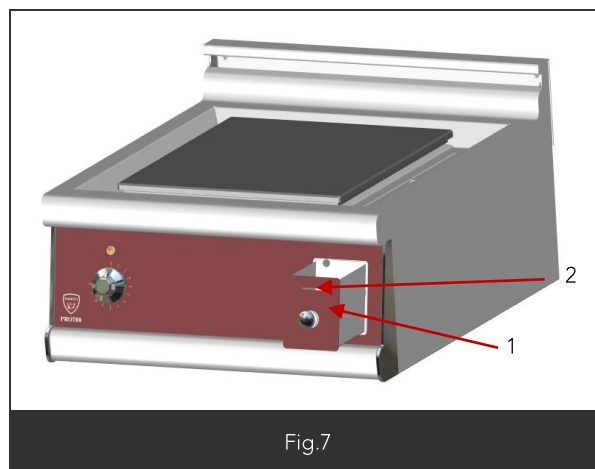

Fig.7
- Tirer le tiroir de récupération des jus vers soit (Fig7 Rep1)
- Le trop plein se fait par le trou oblong (Fig7 Rep2) du tiroir en façade.